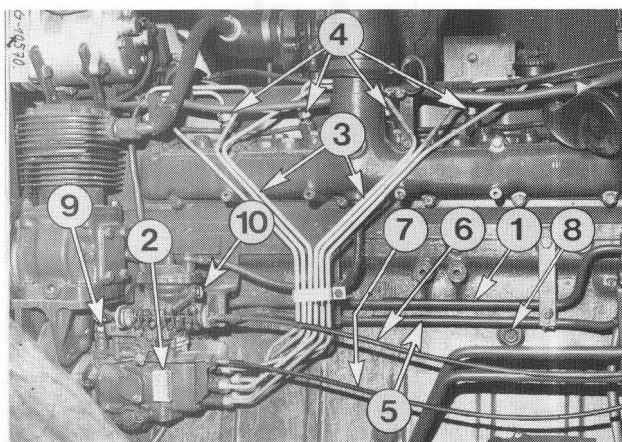
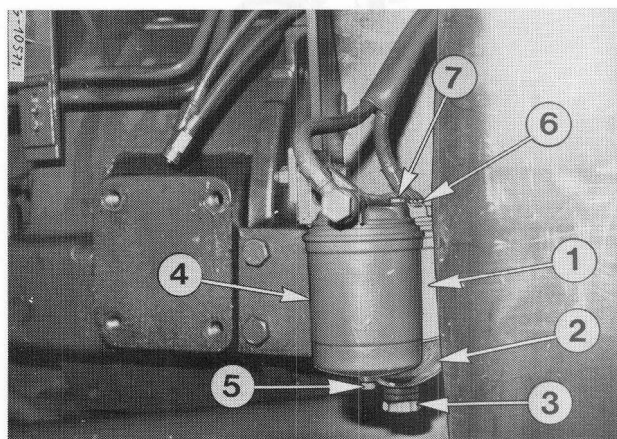
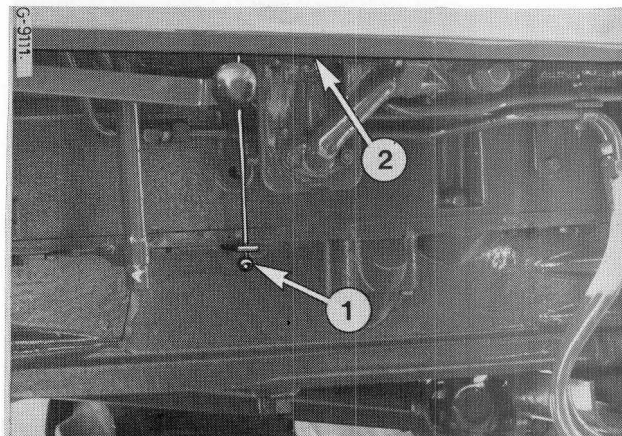

Figure 67 - Système d'alimentation.
Figure 68
Figure 72
Resserrez la vis de vidange (3, Fig. 68) et la vis (6) avant
Desserrez les vis de purge (6 et 7, Fig. 68) et (9, Fig. 67), dans cet ordre, et resserrez-les quand le combustible s'écoule sans bulles d'air. Pendant tout ce temps actionnez l'extension de levier de commande manuelle (1, Fig. 72) et n'arrêtez que lorsque la vis de purge correspondante est resserée.